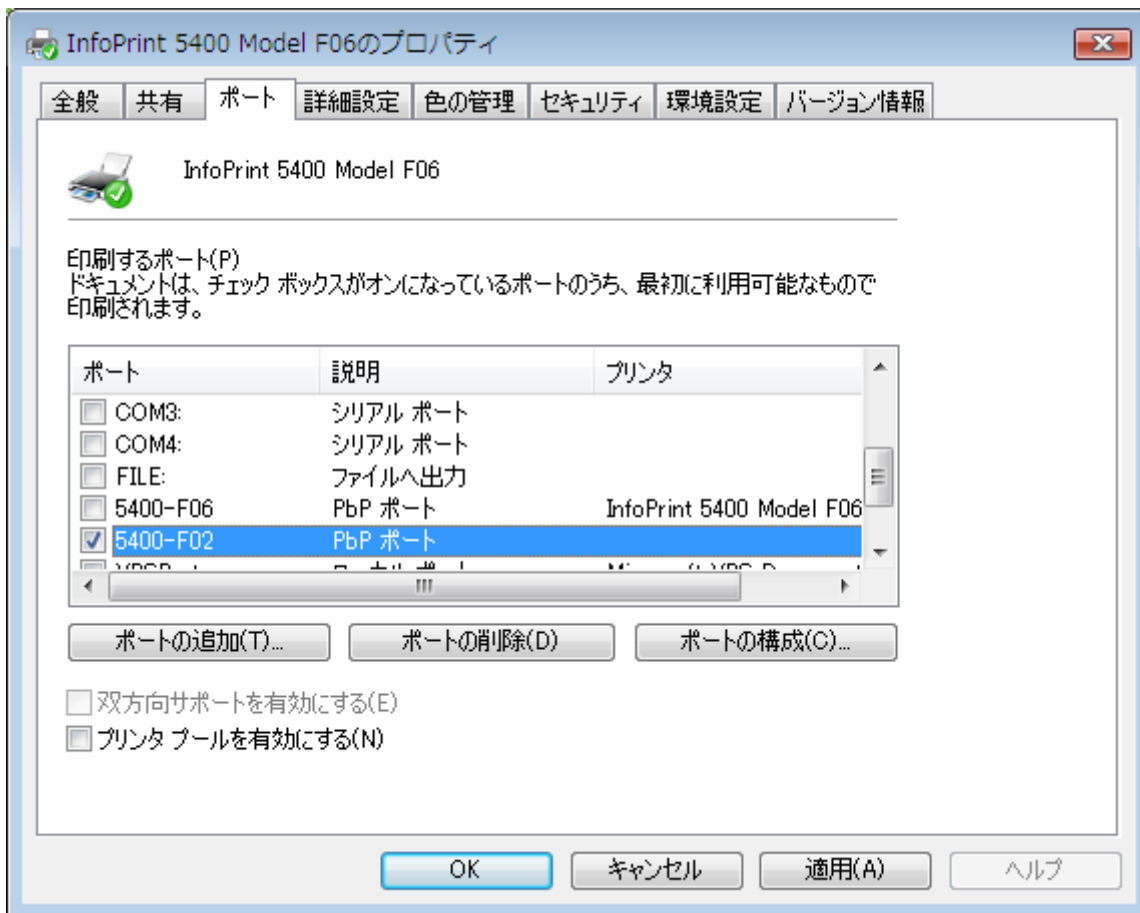

図 41 プリンタープロパティのポート画面 (複数の PbP ポートを登録)
4. “図 41 プリンタープロパティのポート画面 (複数の PbP ポートを登録)” から登録した PbP ポートを選択して、「ポートの構成」ボタンを押して、このプリンタードライバーの宛先となる PbP プリントスプーラー名を選択します。